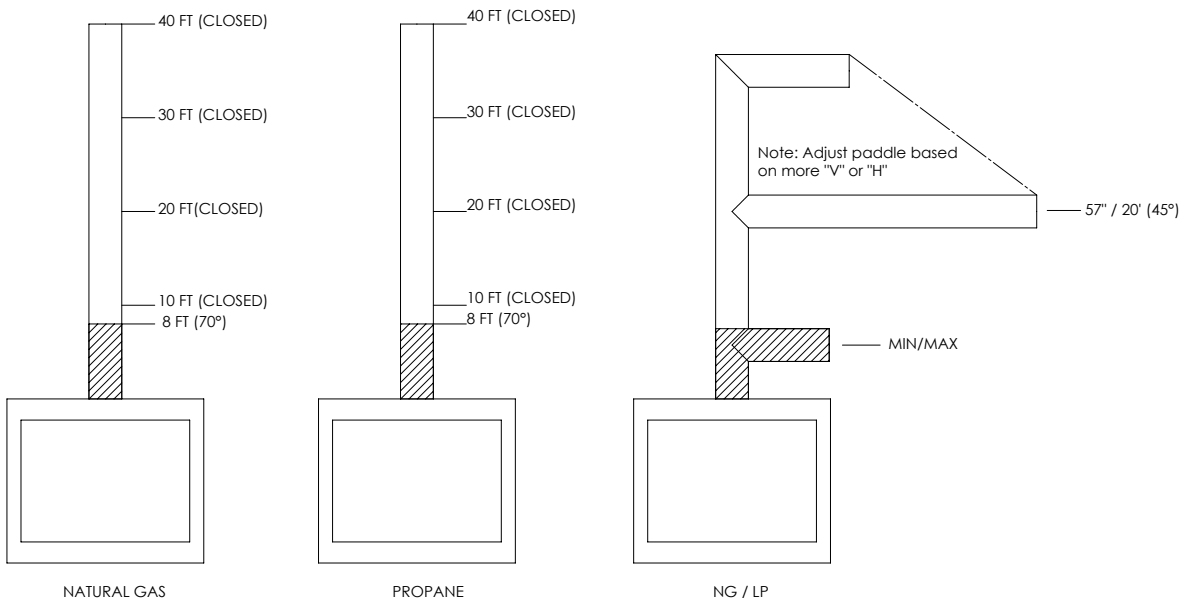

Fig. 3
- B. Selon la quantité de restriction souhaitée, la plaque de bride peut être laissée à plat pour la plupart restriction ou tordues à différents degrés de restriction (voir Figure 3 for guide de restriction).